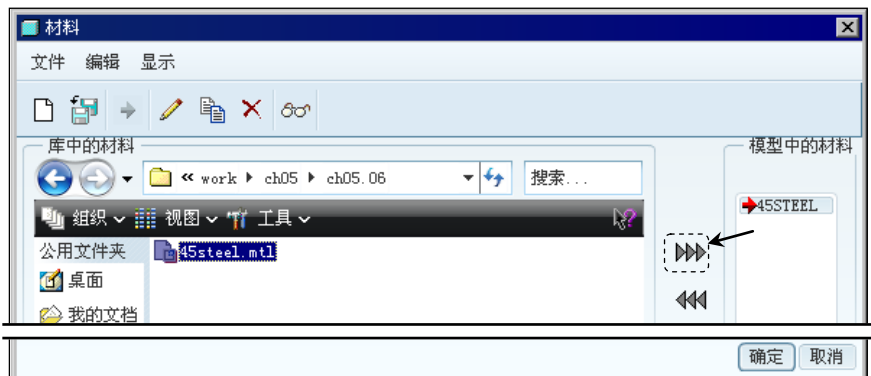

图 5.8.5 “材料”对话框
(1) 在图 5.8.5 所示的“材料”对话框的库中的材料列表中选取所需的材料名称, 比如 45steel。
(2) 在“材料”对话框中单击“将材料指定给模型”按钮 , 此时材料名称 45steel 被放置到模型中的材料列表中。
(3) 在“材料”对话框中单击  按钮。